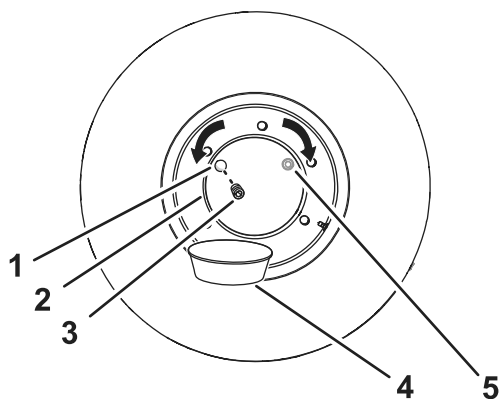

Figura 93
2. Spostate la macchina avanti o indietro al fine di posizionare il tappo dell'olio del mozzo nella posizione ore 10 o ore 2 nell'orologio (Figura 93).
4. Mettete una bacinella di spurgo sotto il tappo del mozzo della ruota (Figura 93).
5. Rimuovete il tappo dal relativo mozzo (Figura 93).
6. Verificate che il livello dell'olio sia alla base della filettatura del foro del tappo dell'olio (Figura 93).
8. Montate il tappo nell'apposito foro del mozzo della ruota (Figura 93).
1. Spostate la macchina avanti o indietro al fine di posizionare il tappo dell'olio del mozzo nella posizione delle ore 12 nell'orologio; fate riferimento alla Figura 93 in Controllo del livello dell'olio nei mozzi delle ruote (pagina 69).